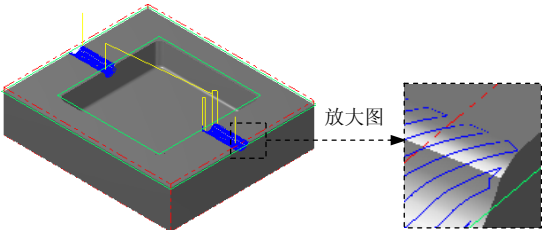

图 11.31 刀具路径
(1) 设置曲面参数。在“曲面精加工平行铣削”对话框中单击 **曲面参数** 选项卡，然后在 **进给下刀位置** 文本框中输入 5，在 **加工面** 文本框中输入 0。
(2) 设置精加工平行铣削参数。在“曲面精加工平行铣削”对话框中单击 **精加工平行铣削参数** 选项卡。然后在 **大切屑间距 (M)** 文本框中输入值 0.5；在 **切削方式** 下拉列表中选择 **双向** 选项；在 **加工角度** 文本框中输入值 45。
Step7. 单击“曲面精加工平行铣削”对话框中的 **✓** 按钮，同时在图形区生成图 11.31 所示的刀具路径。